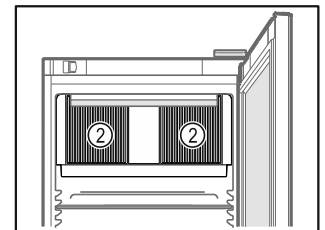

Fig. 76
- Ventilatiesleuf Fig. 76 (2) van de ventilator in de binnenruimte vrijhouden.